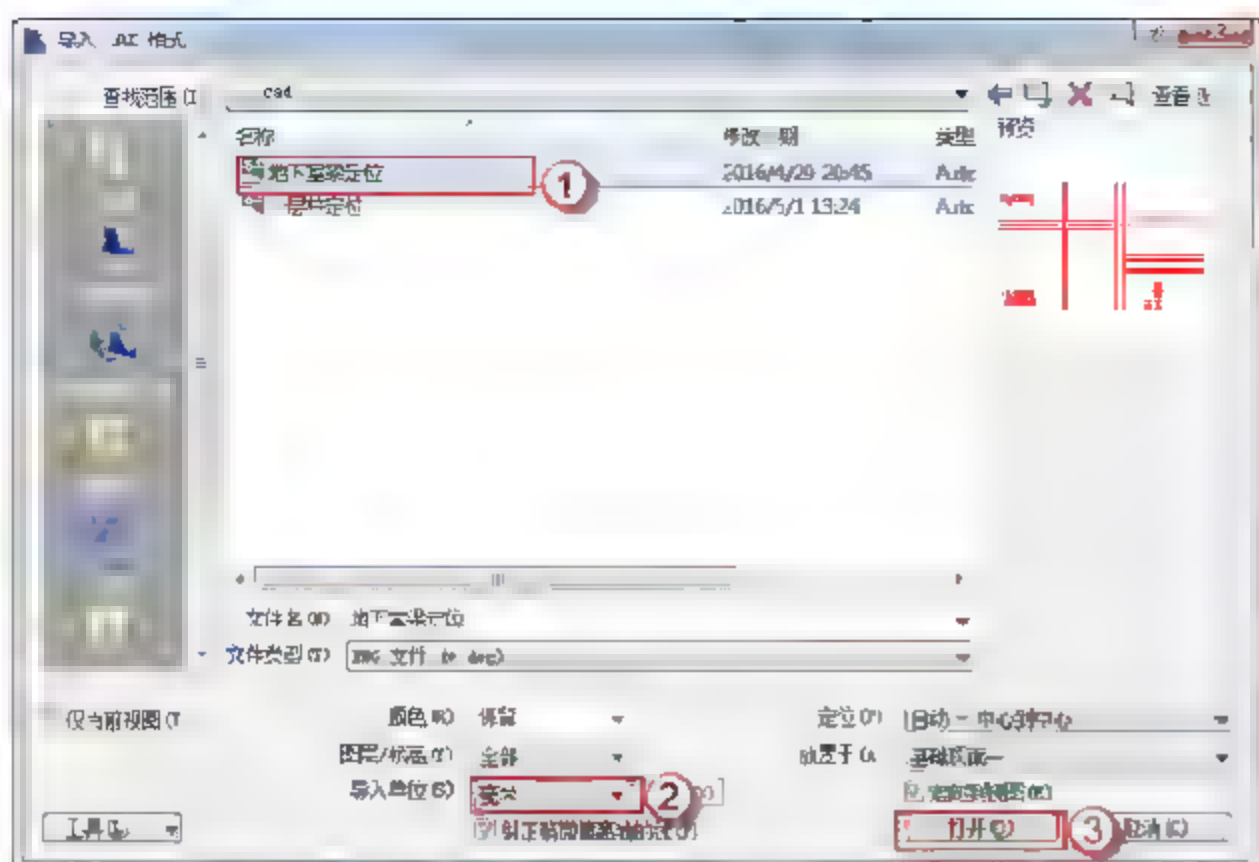
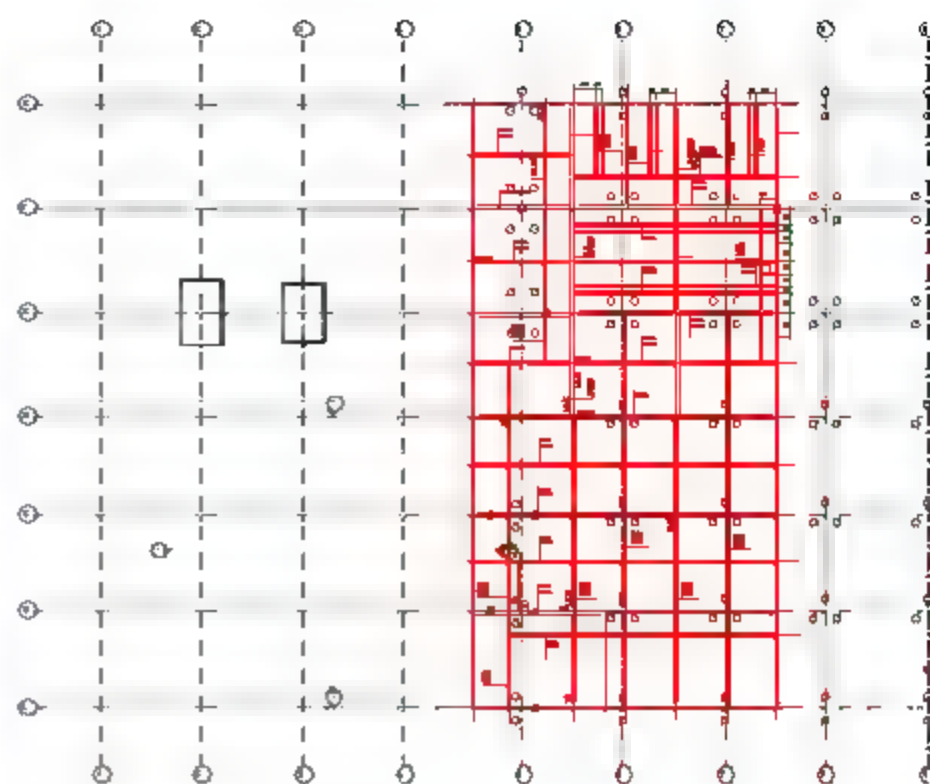

图 3.1.45 导入地下室柱定位 CAD
图 3.1.46 导入界面
(2) 导入地下室梁定位 CAD。切换至“基础顶面”结构平面图视图，选择“插入”→“导入 CAD”→“打开”命令，如图 3.1.45 所示。导入 CAD 底图后如图 3.1.46 所示（注意打开前要把导入单位调整为毫米）。